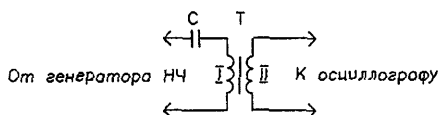

Рис. 6.3. Схема проверки трансформатора по форме выходной синусоиды
- проверка трансформатора по форме выходной синусоиды, так называемая частотная «прогонка». Так проверяются трансформаторы питания НЧ (40–60 Гц), трансформаторы питания импульсных блоков питания (8–40 кГц), разделительные трансформаторы типа ТДКС (13–17 кГц), разделительные трансформаторы мониторов (CGA 13–17 кГц, EGA 13–25 кГц, VGA 25–50 кГц). Для этого, например, разделительный трансформатор строчной развертки необходимо подключить согласно рис. 6.3 и подать на обмотку I синусоидальное напряжение 5–10 В частотой 10–100 кГц через конденсатор С емкостью 0,1–1,0 мкФ. На обмотке II, используя осциллограф, можно наблюдать форму выходного напряжения.